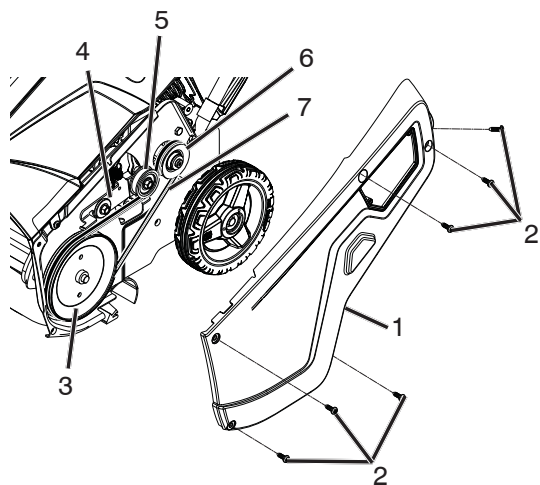

Figure 32
1. Retirer le couvercle du côté d'entraînement en déposant les six vis de la façon indiquée à la (Figure 32).